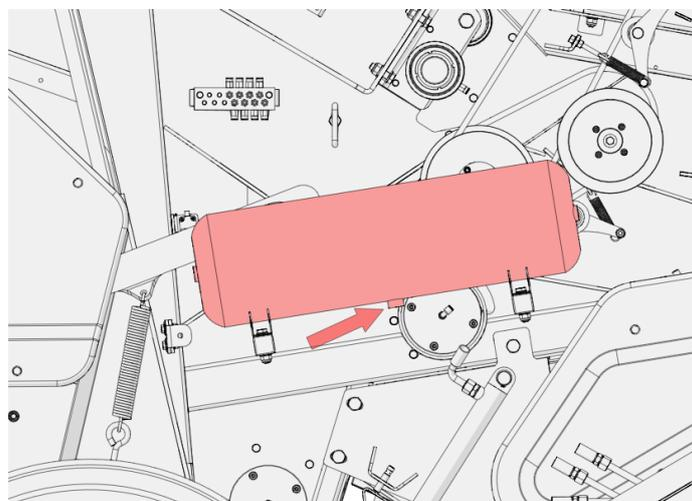

Рисунок 48. Опорожнение бака тормозной системы
- Потяните за штифт клапана спуска ресивера (рис. 48);